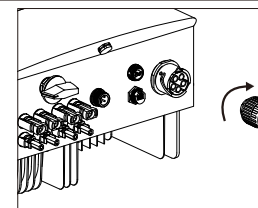

Figure 5.24 Connecteur CA vers l'onduleur
C) Connectez le connecteur CA à l'onduleur, puis serrez le connecteur CA dans le sens des aiguilles d'une montre (voir figure 5.24), jusqu'à ce qu'un léger clic indique que la connexion a réussi.